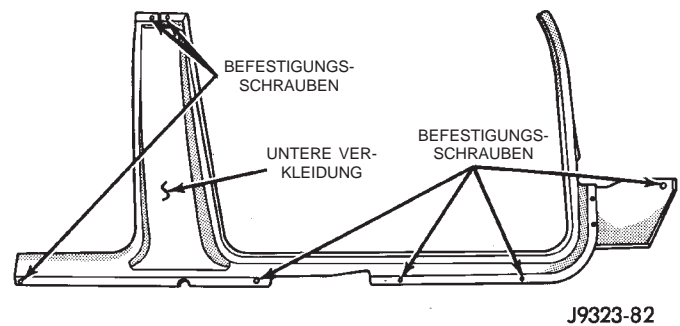

Abb. 44 Verkleidung der B-Säule
- (1) Verkleidung der A-Säule abbauen.
- (2) Obere Verkleidung der B-Säule lösen.
- (3) Befestigungsschrauben lösen, mit denen die untere B-Säulenverkleidung an der B-Säule befestigt ist (Abb. 44).
- (4) Befestigungsschrauben lösen, mit der die Windlaufabdeckung befestigt ist.
- (5) Untere B-Säulenverkleidung von der B-Säule abbauen.
- (6) Sicherheitsgurt durch die Zugangsöffnung in der unteren Verkleidung der B-Säule verlegen.